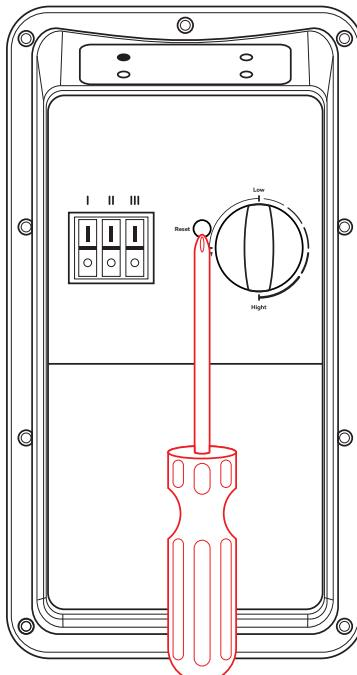

Рис. 3
При повышении температуры воды выше значения +90°C срабатывает термовыключатель, экстренного отключения ТЭНа. Для возврата прибора в рабочее состояние необходимо нажать до щелчка кнопку термовыключателя (Рис. 3).
Рестарт ограничителя температуры: после срабатывания защиты от перегрева сначала выключите питание, затем сдвиньте сдвижную крышку блока управления вверх, вставьте отвертку (диаметр головки > 06 мм) в отверстие RESET, как показано на Рис. 3, нажмите до щелчка для возврата пружины термоограничителя.
5. Водонагреватель оснащен термовыключателем, который прекратит подачу электроэнергии к ТЭНу, при перегреве воды. Если водонагреватель включен в сеть, но не происходит нагрев воды и не горит индикатор клавиши, значит отключился или не был включен термовыключатель. Для возврата водонагревателя в рабочее состояние необходимо: отключить питание от электроводонагревателя и в отверстие RESET, как показано на Рис. 3., нажмите до щелчка для возврата пружины термоограничителя.